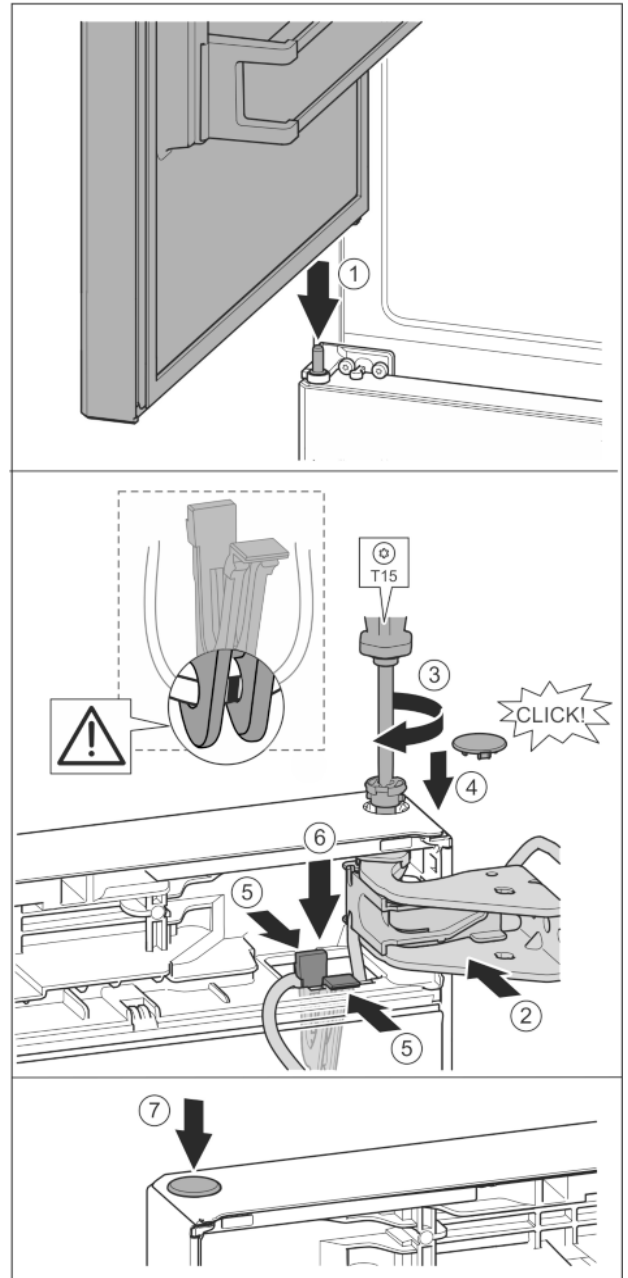

Fig. 36
- ▶ Obere Tür auf mittleren Lagerbolzen setzen Fig. 36 (1)
- ▶ Tür oben zur Öffnung im Lagerbock ausrichten. Fig. 36 (2)
- ▶ Bolzen einsetzen und mit Schraubendreher T15 festschrauben. Fig. 36 (3)
- ▶ Sicherungsabdeckung zur Sicherung der Tür montieren: Sicherungsabdeckung einsetzen und kontrollieren ob sie auf der Tür aufliegt. Ansonsten Bolzen vollständig einsetzen. Fig. 36 (4)
- ▶ Halter mit daran befestigtem Kabel in Öffnung einsetzen. *Fig. 36 (5)*
- ▶ Halter nach unten drücken bis die Lasche einrastet. *Fig. 36 (6)*
- ▶ Stopfen einsetzen. *Fig. 36 (7)*